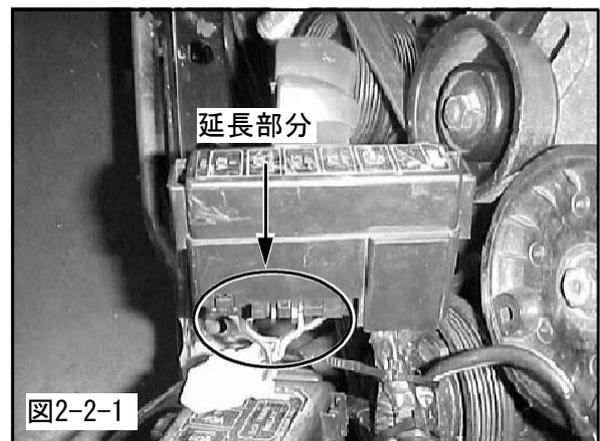

図2-2-1
- (1) ヒューズボックスの配線(青黒, 黒白, 白緑, 赤)4本を400mm延長してください。(図2-2-1)
- (2) 配線をまとめてください。